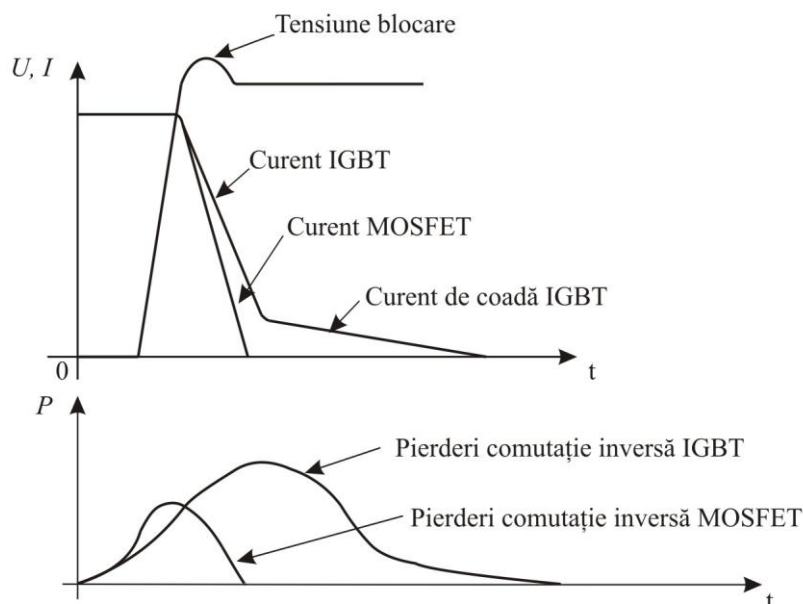

Figura 2.56. Comportamentul în comutație al tranzistoarelor MOS și IGBT.
- frecvențe de comutație mai mici decât tranzistoare MOSFET, ce se datorează în parte curentului de coadă ce apare la stingerea dispozitivului electronic (figura 2.56).